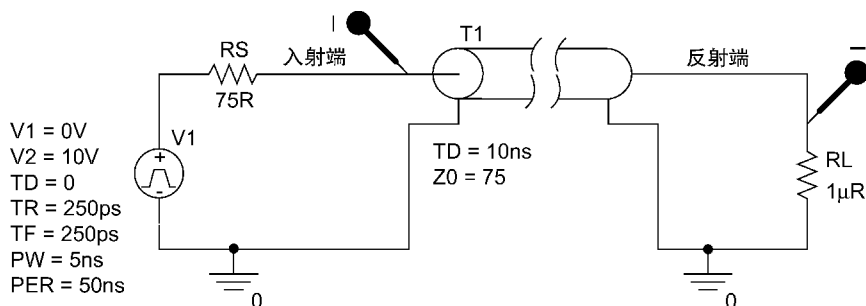

图 17.14 放置电流探针
8. 如图 17.14 所示，在 Capture 原理图中删除电压探针，然后在传输线 T1 的入射端和负载电阻 RL 的顶端放置电流探针。